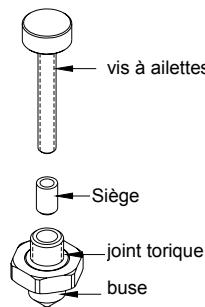

Fig. 4.0
1. Retirez le bouton de contrôle de cadence (19) en le faisant tourner à l'inverse des aiguilles d'une montre et au-delà du repère.
2. Retirez le ressort de pression (1) et les deux rondelles en Mylar (18) à chaque extrémité du ressort.
3. Démontez le bouchon d'arrêt (8) à l'aide de la clé plate et retirez le bouchon à air (11) du boîtier à fluide (7).
4. Retirez la buse usagée (9) et l'intercalaire (13) à l'aide de la clé plate.
5. Replacez l'intercalaire (13) et à l'aide de la clé plate mettez en place la nouvelle buse (9), en vous assurant que le joint torique est sur la buse. Ne pas resserrer la buse excessivement.
6. Installez le nouveau bouchon à air (11) et verrouillez-le avec le bouchon d'arrêt (8).
7.4 Remplacement du siège (voir figure 4.0)